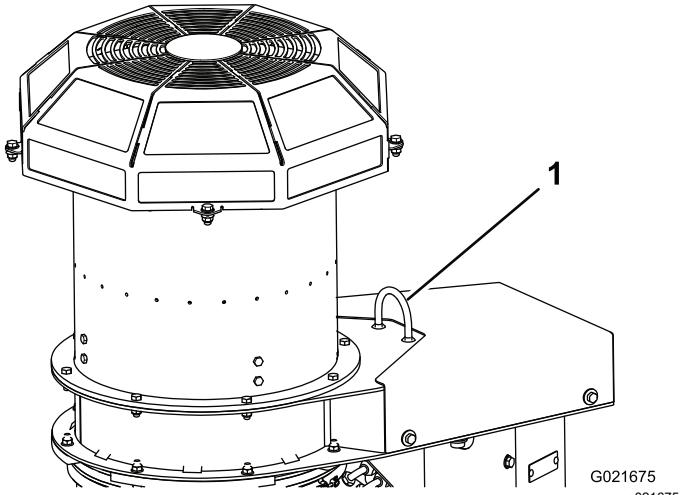

Figure 7
8. Détachez la sangle de la palette et attachez-la à l'anneau de levage sur le souffleur (Figure 7).